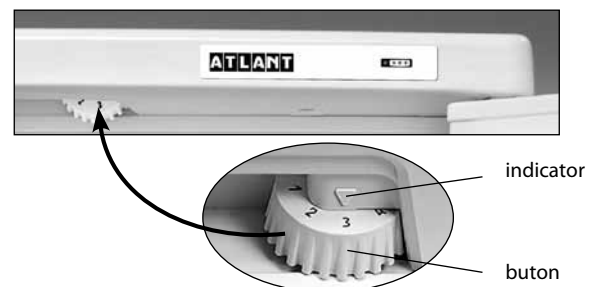

Figura 3 – Reglarea temperaturii
**1.5** Elementul de reglare a temperaturii din frigider, în conformitate cu Figura 3 este butonul de reglare a temperaturii (numit în continuare – buton), care se află sub masca frigiderului. Butonul se rotește în sensul acelor de ceasornic sau în sensul contrar al acestora și are diviziuni numerice. Diviziunea "1" corespunde celei mai joase setări de temperatură (răcire minimă) în camera frigorifică, diviziunea "7" – celei mai înalte setări de temperatură (răcire maximă). Pentru a regula temperatura, fixați diviziunea butonului sub indicator.
Deschideți ușa CF și fixați sub indicator diviziunea "2" a butonului. Închideți ușa CF. Pentru setarea temperaturii optime pentru păstrarea produselor în camera frigorifică, efectuați reglarea cu ajutorul butonului în conformitate cu figura 3. În cazul dacă după ajustarea sau schimbarea condițiilor de exploatare compresorul a început să funcționeze continuu, este necesar de a roti rola în direcția reducerii decalajului digital până când se fixează cu clic în termostat. După ajustare temperatura în frigider se menține în mod automat.